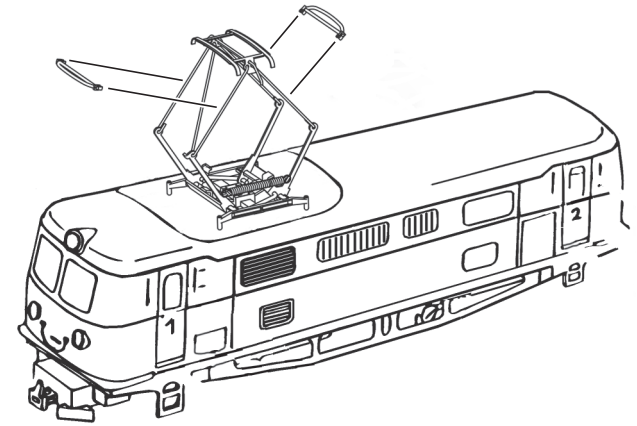
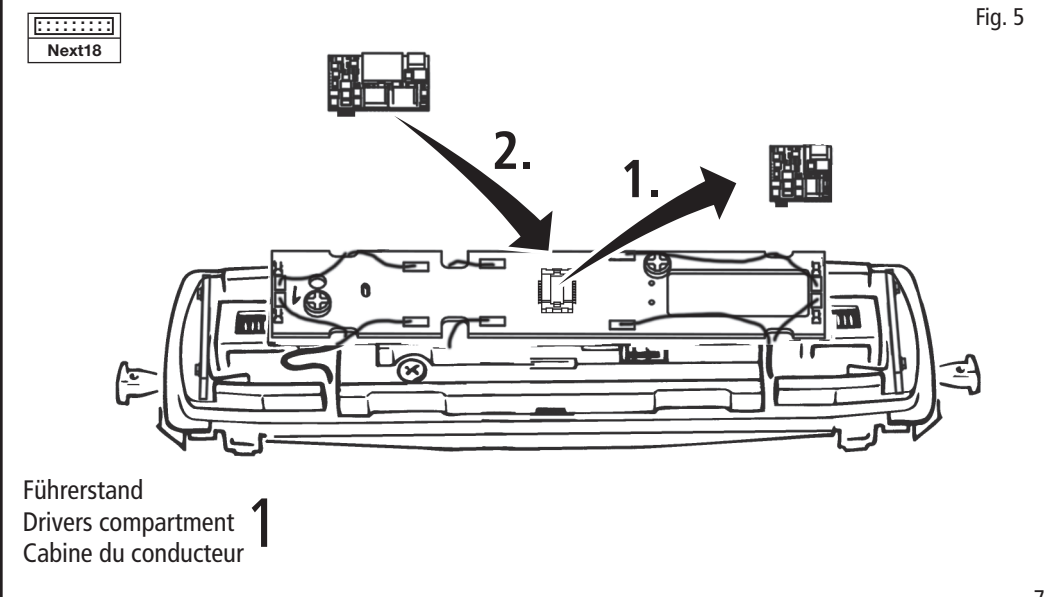

Fig. 3
Fig. 5
**Mehrzugbetrieb:** Zuerst Lokgehäuse abnehmen (Fig. 3). Danach den Brückenstecker aus der Schnittstelle entfernen (diesen sorgsam aufbewahren). Danach den Stecker des Decoders lage-richtig einsetzen (siehe Fig. 5).
**2. Schmierung:** Versehen Sie die im Schmierplan in Fig. 4+7 gekennzeichneten Stellen mit nur **kleinen Öltropfen**. Dazu zuerst das Lokgehäuse abnehmen (Fig. 3). Wir empfehlen den **ROCO Öler Art.-Nr. 10906**. Fürs Schmieren der Getriebeteile (Zahnräder, Schnecke) empfehlen wir das **ROCO-Spezialfett Art.-Nr. 10905**. Im Falle der Schmierung diese Teile **nicht ölen**.
**3. Kohlebürstenwechsel:** Lokgehäuse abnehmen (Fig. 3). Danach wird der Motor bzw. die Kohlebürsten ausgetauscht (Fig. 8).
**Running in digital mode:** Remove the jumper from the interface. Finally put the plug of the decoder into the interface as shown in fig. 5.
**2. Lubrication:** Apply **tiny oil drops** to spots marked in fig. 4+7. Prior to lubrication dismantle locomotive (fig. 3). We recommend using item no. **10906, ROCO oiler**. For lubrication the gearparts (e.g. cogwheels, worm) we should recommend our ROCO **special grease** (item no. **10905**).
**3. Carbon Brush Changing:** First remove loco body (fig. 3), and then change the **carbon brushes** or the **motor** (fig. 8).
Enlevez la fiche de shuntage de l'interface (à conserver!) et enfichez finalement la fiche du module de décodeur aux prises de l'interface. Veillez à la position correcte de la fiche (voir fig. 5).
**2. Graissage:** N'appliquez **qu'une tout petite goutte** aux endroits indiqués par le plan de graissage (fig. 4+7) après avoir démonté la caisse de la locomotive (fig. 3). Nous vous recommandons **le graisseur à huile ROCO réf. 10906**. Pour graisser les engrenages (roues dentées, vis sans fin) nous vous conseillons la **graisse spéciale ROCO réf. 10905** pour engrenages en matières synthétiques. Lorsque vous utilisez cette graisse il faut éviter d'huiler ces composants.
**3. Remplacement des balais du moteur:** Démontez la caisse (voir fig. 3). Démontez ensuite le moteur et échangez le balais ou le moteur (fig. 8).